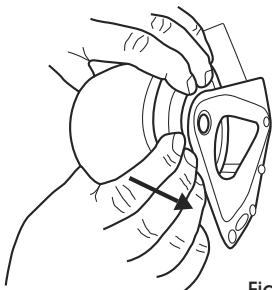

Figure 5
5. Remettez le mandrin (chargé du rouleau de ruban adhésif) en place dans le dévidoir en le poussant. (Voir Figure 5)